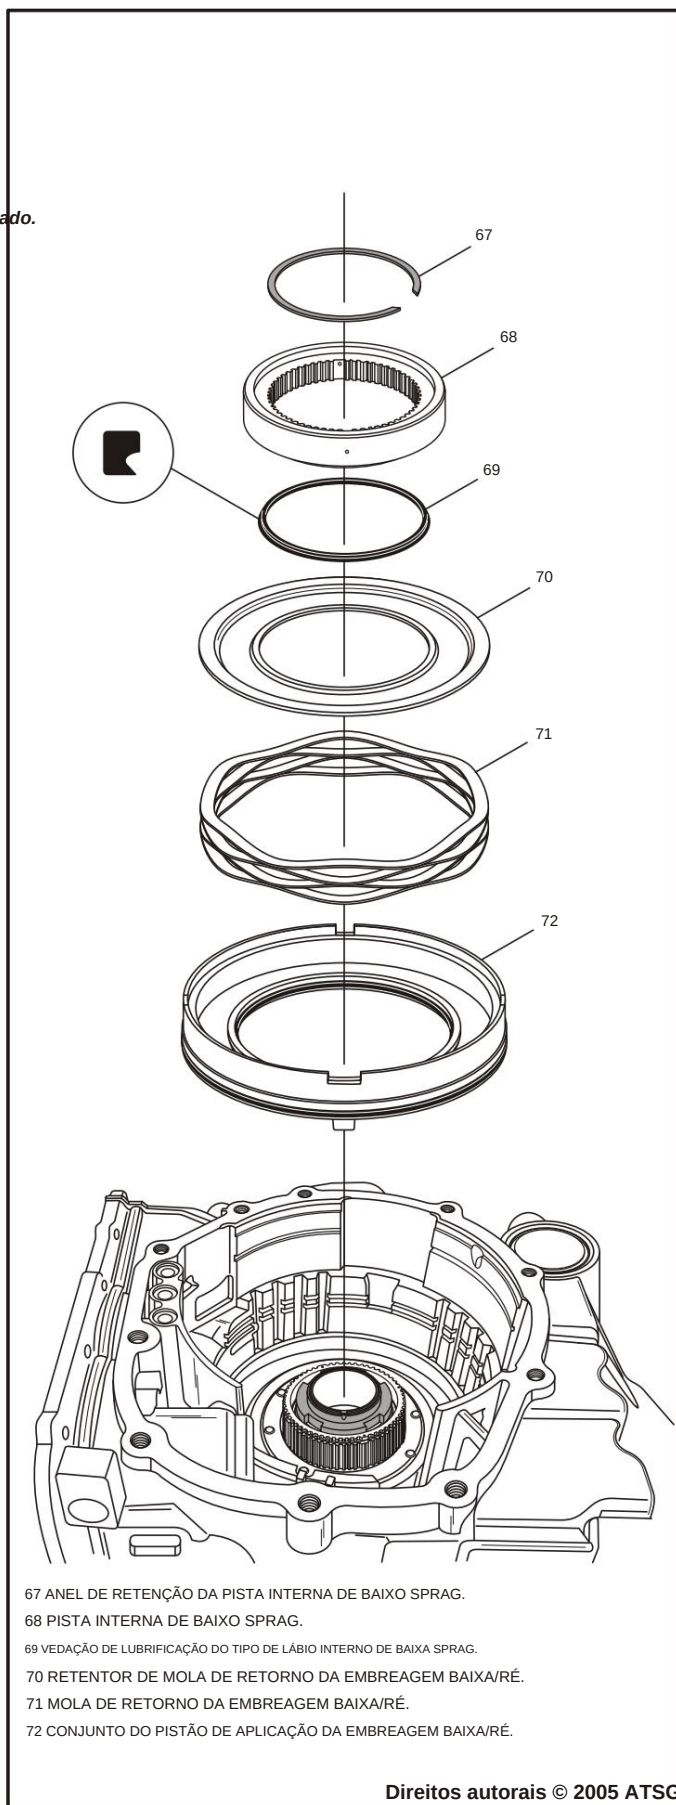

Figura 169
29. Instale o conjunto do pistão de baixa/ré o caso, conforme mostrado na Figura 169.
30. Instale a mola de retorno do pistão de baixa/ré na carcaça, conforme mostrado na Figura 169.
31. Instale o retentor da mola de retorno do pistão de baixa/ré conforme mostrado na Figura 169, na parte superior do primavera.
32. Instale uma nova vedação do tipo "lábio" na ranhura na parte traseira da pista interna da calha, conforme mostrado na Figura 169, com o lábio voltado para baixo.
33. Instale a pista interna da calota, com o lado da vedação voltado para baixo, conforme mostrado na Figura 169.